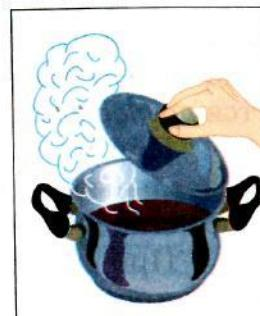

Рис. 97. Снятие крышки
- снимать крышку с горячей посуды от себя (рис. 97);